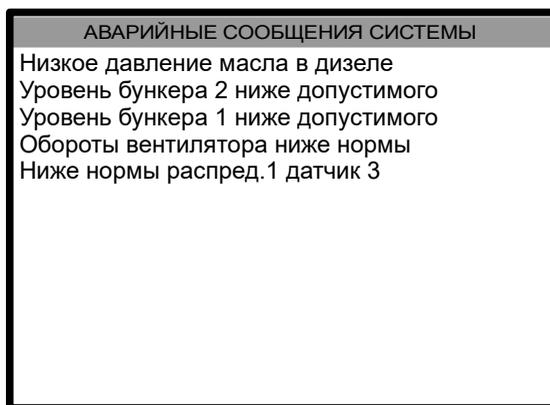

Рисунок 4.26. Сообщение о засорении датчика
3. Нажать клавишу , в открывшемся списке сообщений в последней строке (рис. 4.26) проверить соответствие номеров распределителя и датчика, должны быть первый распределитель и третий датчик.